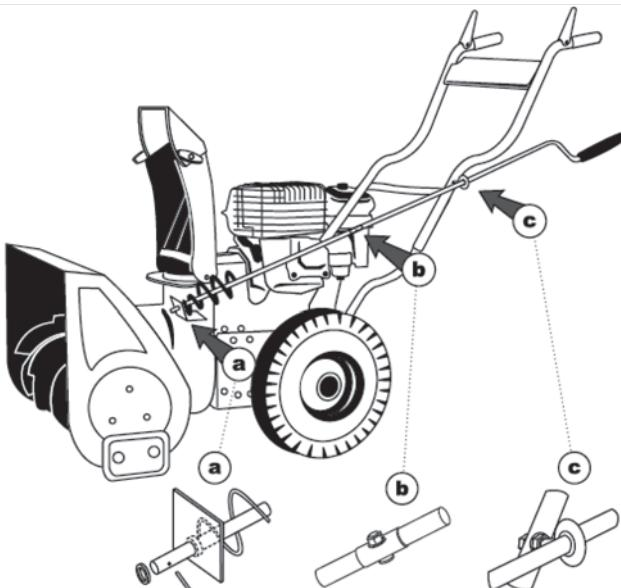

Рис. 7
6. Установите нижнюю часть рычага поворотного желоба и зафиксируйте шплинтом (а), проденьте верхнюю часть рычага в кронштейн, установленный на рукоятке (с), и соедините с нижней частью с помощью болта (б) (Рис. 7).